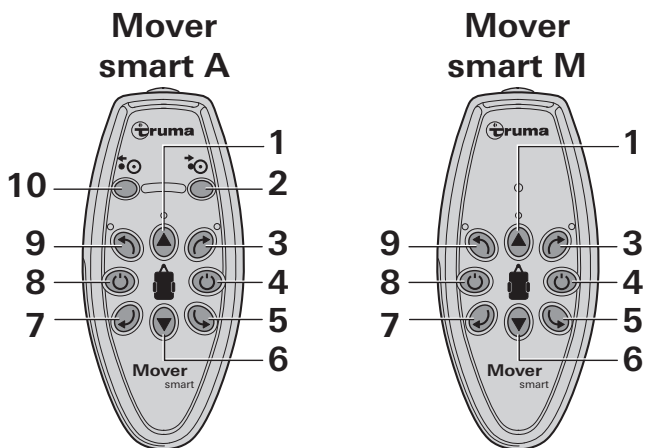
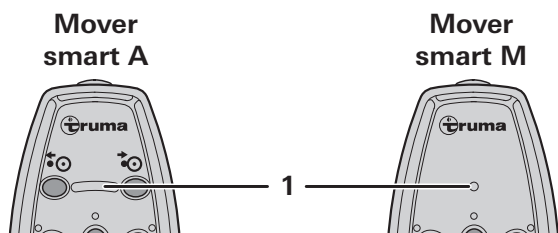

Bild 2
Bild 6
- Tryck på knappen (bild 2 - 8) på fjärrkontrollen tills lysdioderna tänds (bild 6 - 1).
! Knappen "Av" (bild 2 - 4) på fjärrkontrollen används även som nödstoppsbrytare. Vid avvikande beteende, t.ex. att Movern rör sig okontrollerat, måste knappen "Av" tryckas in med en gång.
- Styr husvagnen i önskad riktning med riktningssknapparna (bild 2 - 3/5/6/7/9).
i Om riktningssknapparna som sitter mitt emot varandra trycks in samtidigt (bild 2 - 5/9 eller 3/7) roterar husvagnen runt sin egen axel i motsvarande riktning.
- Under färd (framåt/bakåt) kan körriktningen ändras med hjälp av riktningssknapparna (bild 2 - 3/9 och 5/7).
- Tryck på knappen (bild 2 - 4) på fjärrkontrollen. LED-belysningen slocknar.